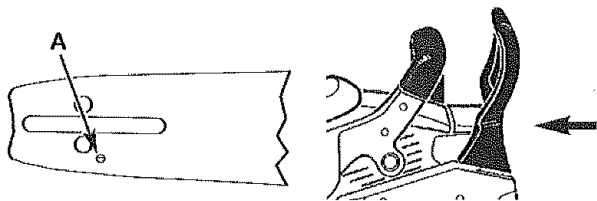
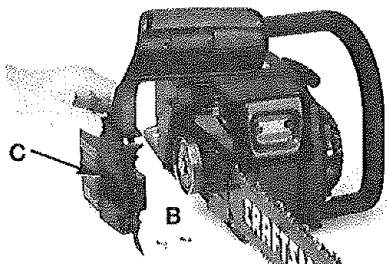
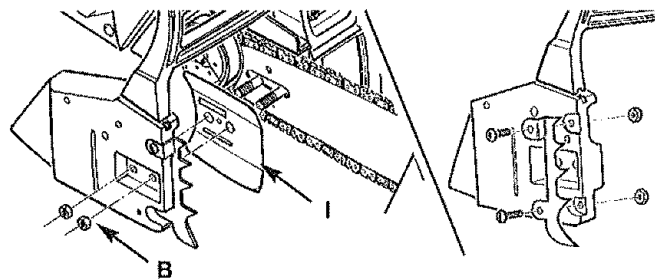
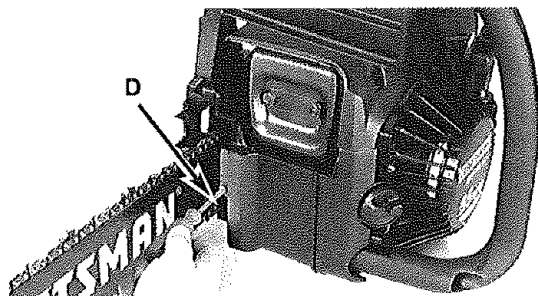

Fig. 21
Fig. 22
Fig. 27
Fig. 28
PRECAUCIÓN: Para asegurarse de que la barra y la cadena reciben aceite, use solo la barra original con el orificio de paso (A) ilustrado en la Fig. 21.
1. Cerciórese el Freno de Cadena® palanca es echada para atrás en la posición SOLTADA (Fig. 21). Quite la barra retener nueces (B, Fig. 22) con instrumento multiuso suministrado
2. Quite la funda del freno de cadena (C, Fig. 22) y la placa de la guía exterior (I, Fig. 27) tirando hacia fuera (Fig. 22).
6. Reemplace la placa exterior de la barra (I) para que los lados curvados (superior e inferior) miren hacia fuera de la cadena (Fig. 27).
7. Instale la funda del Freno de Cadena (C, Fig. 27). Asegúrese de que la cadena no se sale de la barra. Instale las dos tuercas de la barra y siga las instrucciones de Ajuste de tensión de la cadena.
1. Afloje las tuercas de la barra (B, Fig. 27). Sostenga la punta de la barra hacia arriba y gire el tornillo de ajuste (D) hacia la derecha para aumentar la tensión de la cadena. Si gira el tornillo a la izquierda disminuirá la tensión de la cadena. Asegúrese de que la cadena se ajusta correctamente a la barra (Fig. 28).